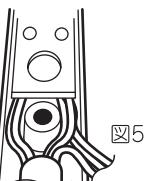

図5
c.突起と基板にリード線をはさまないようリード線を突起物の両側に通します。スリーブが基板の下側にあることを確認します。(図5)